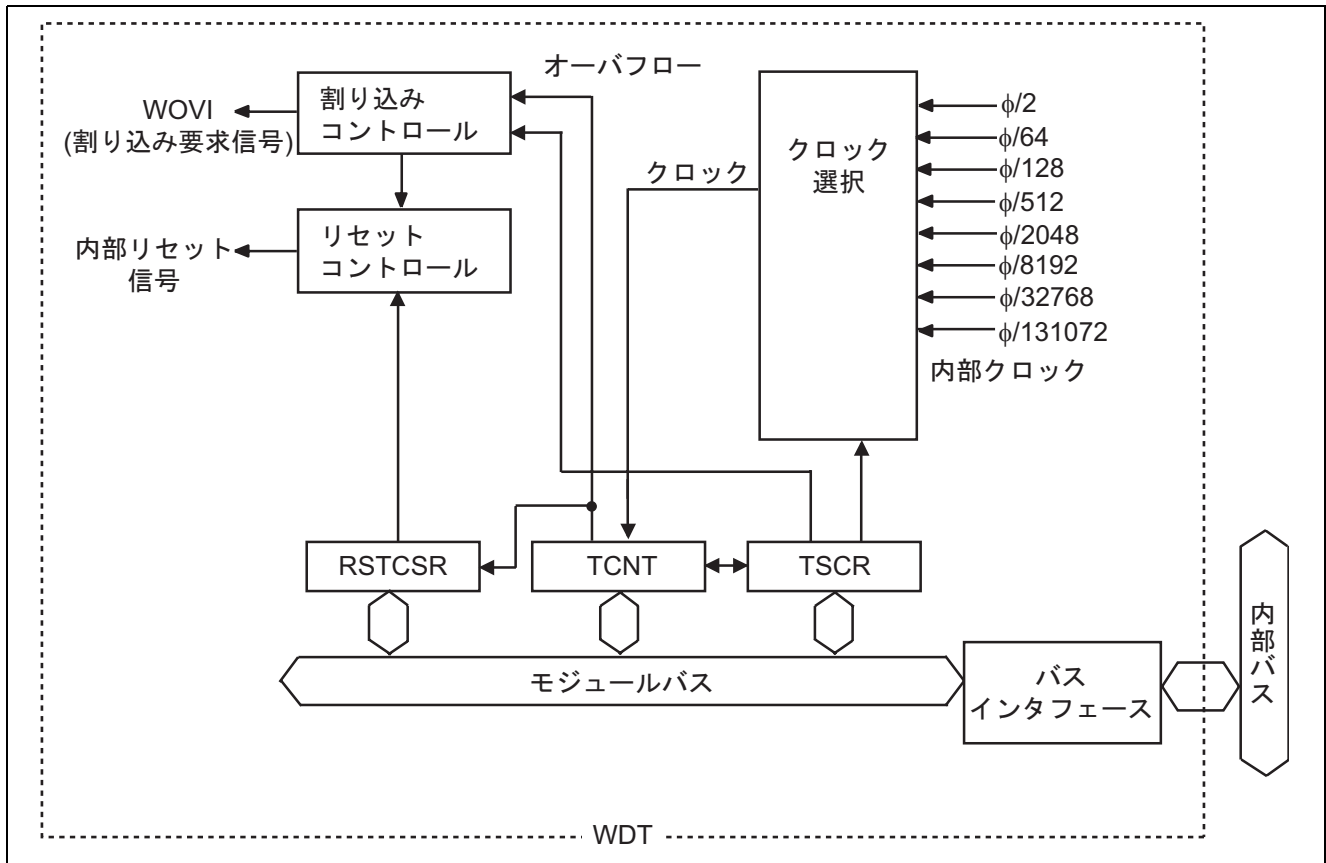

図1 インターバルタイマのブロック図
(1) インターバルタイマのブロック図を図 1 に示し、以下に本ブロック図について説明します。(本ブロック図は、ウォッチドッグタイマと同じ)